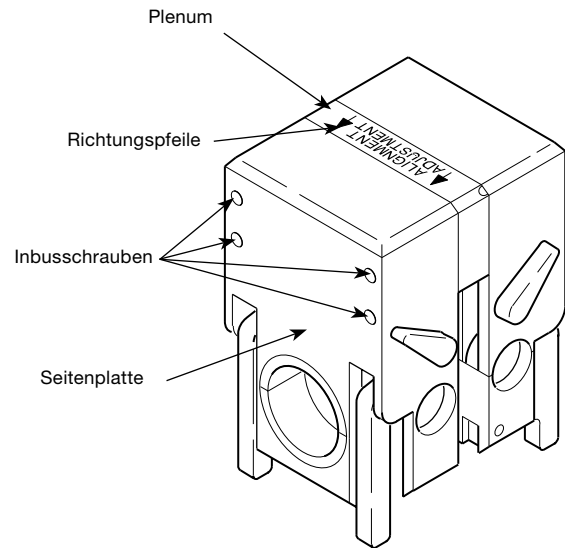

Abbildung 22 Lockern der Seitenplatte
1. Drehen Sie den Spannblock um und beachten Sie die Richtungspfeile auf dem Plenum. Die Pfeile zeigen zur passenden Seitenplatte. Siehe Abbildung 22.
2. Lösen Sie die vier Inbusschrauben in der passenden Seitenplatte mit dem mitgelieferten 3/32 Zoll Inbusschlüssel so weit, dass sie sich vom Plenum lösen lässt. Siehe Abbildung 22, um die passende Seitenplatte zu finden.